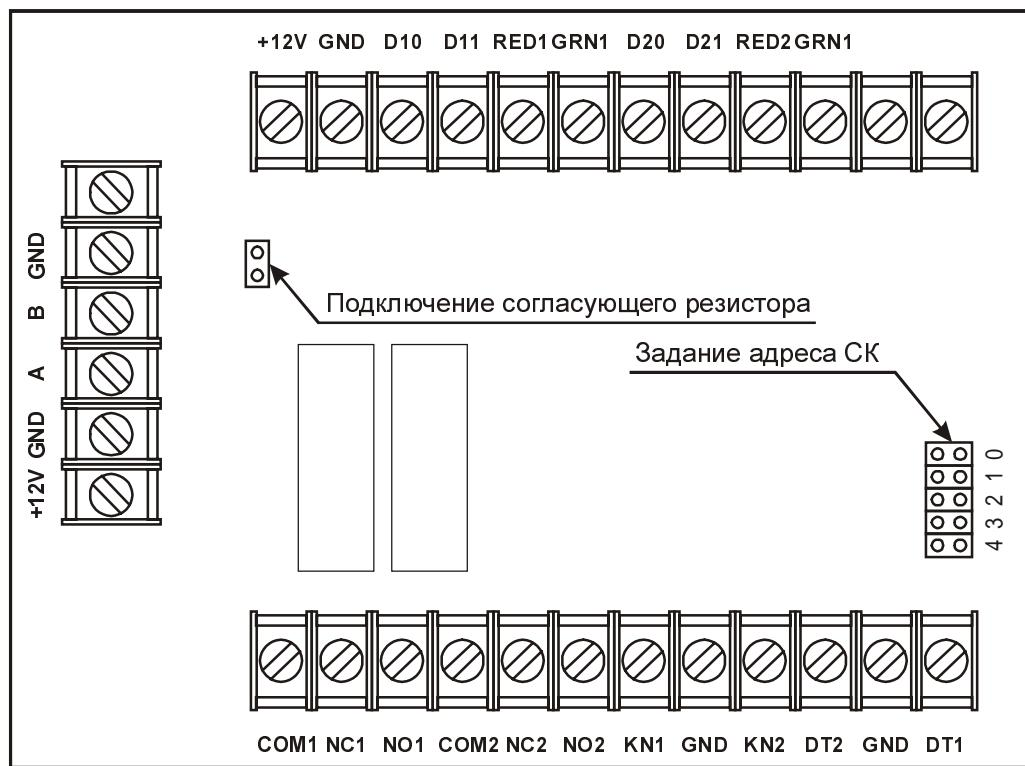

Рис. 2 Внешний вид печатной платы СК-01
4.4. СК состоит из пластмассового корпуса, печатной платы с радиоэлементами и клеммами для подключения. На Рис. 2 приведен внешний вид печатной платы СК.
Сетевой адрес СК задается переключателями задания адреса (см. Рис. 2), установленными на плате СК в соответствии с Табл. 2, для задания 0 соответствующий переключатель должен быть разомкнут, а для 1 – замкнут. Перед установкой адреса необходимо отключить питание СК. Далее необходимо сконфигурировать БЦП для работы с СК. Для этого необходимо:
4.6. Если СК является последним в устройством на линии RS485, перемычку согласующего резистора (Рис. 2) необходимо замкнуть.